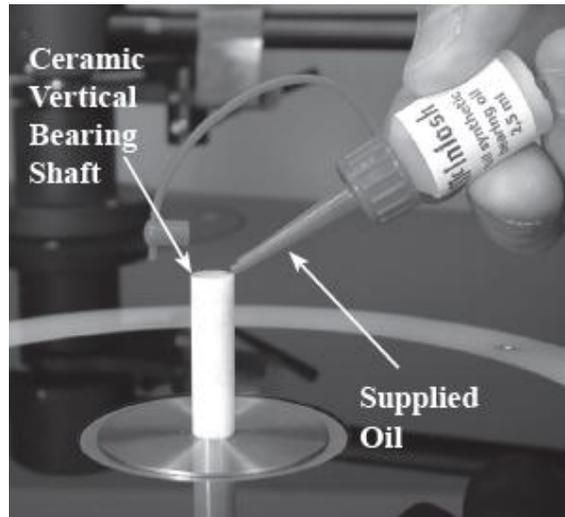

Рисунок 2
2. Найдите прилагаемый в комплектации пузырек с машинным маслом, и капните две капли с обеих сторон вала. Смотрите рисунок 2.